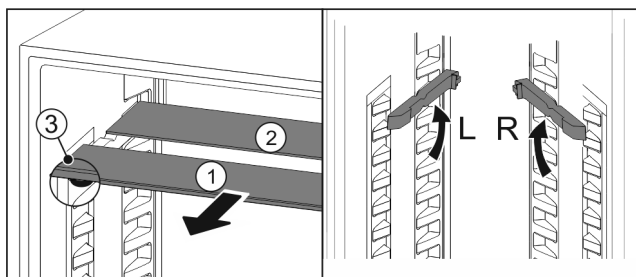

Fig. 19
- ▶ Glasplaten afzonderlijk vanaf de voorkant eruit trekken Fig. 19 (1).
- ▷ Glasplaat Fig. 19 (1) met sierlijst ligt voor.
- ▷ Stops Fig. 19 (3) zijn naar onder gericht.